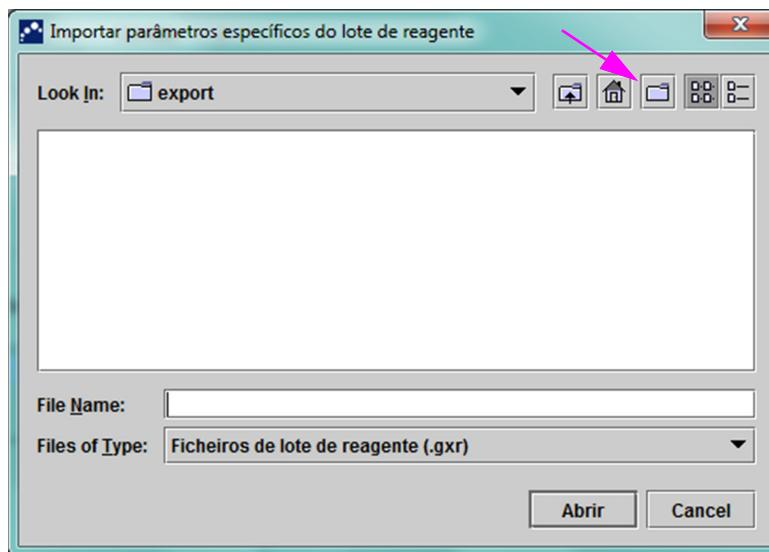

Figura 2-96. Caixa de diálogo Importar parâmetros específicos do lote de reagente
4. Utilizando a área de visualização de ficheiros Procurar em:, (consulte a figura 2-96) localize e selecione o ficheiro .gxr/.nxr obtido anteriormente junto da assistência técnica e, em seguida, clique em **Abrir**. O número do novo lote é apresentado na caixa de diálogo Parâmetros específicos do lote de reagente. Clique em **Fechar**, na caixa de diálogo Parâmetros específicos do lote de reagente, para voltar à janela Definir ensaios.